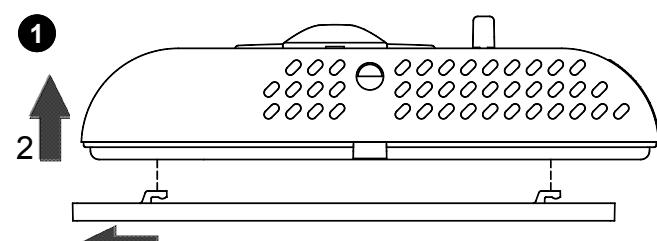

Fig. 2 - Abb. 2
- ➊ Décrocher la plaque fixée sur la base du thermostat en la poussant vers la gauche et en décrochant ainsi les ergots indiqués sur la Fig. 2.